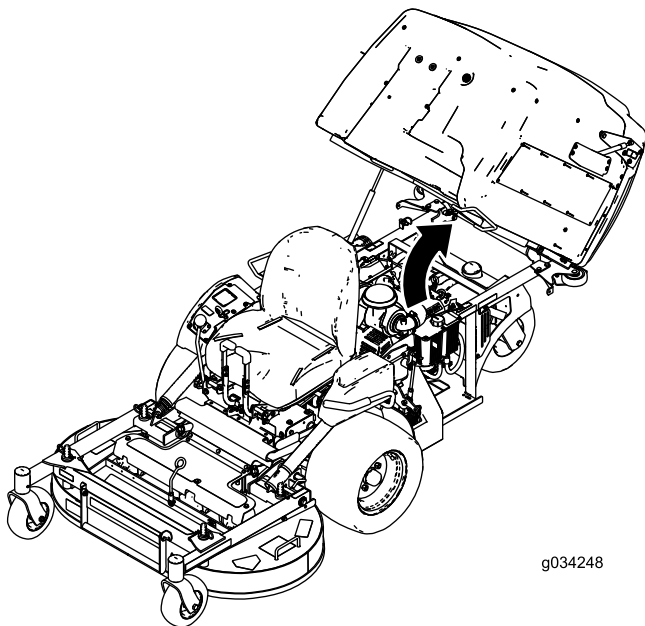

Bild 31
1. Heben Sie die Fangbox (Bild 31) an.